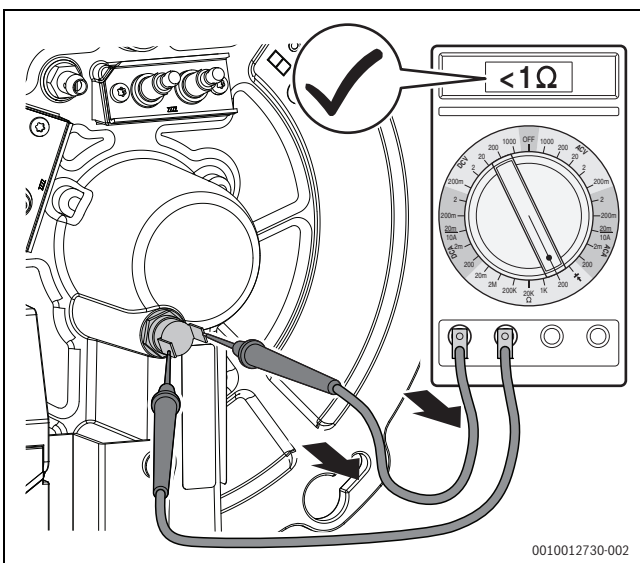

Bild 81 Elektrischen Widerstand an den Kontakten des Temperaturwächters messen (Temperaturwächter in Ordnung)
- ▶ Elektrischen Widerstand an den Kontakten des Temperaturwächters messen (→ Bild 81).